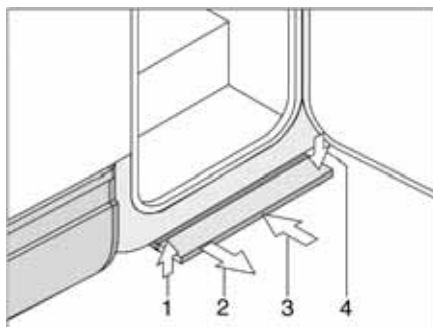

Bild 6 Mekaniskt manövrerbart fotsteg
*Drag ut:* ■ Drag fotsteget framåt (Bild 6,2) tills det hakar i.
*Skjuta in:* ■ Lyft fotsteget något (Bild 6,1).
■ Skjut in fotsteget till stoppläget under fordonsgolvet (Bild 6,3). Se till att fotsteget hakar fast ordentligt (Bild 6,4).